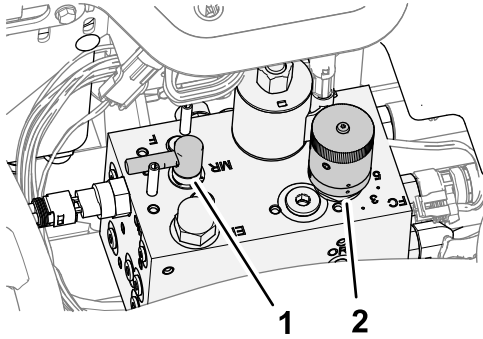

Bild 89
3. Drehen Sie den Läpphebel in die F-Stellung (Bild 89).